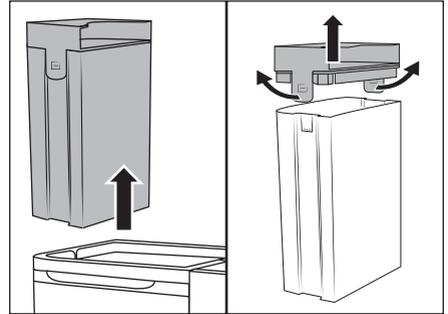

Fig. 5
(1) Versare solo acqua di rubinetto da fredda a calda oppure acqua distillata nel contenitore dell'acqua pulita 2. Non utilizzare acqua bollente. (2) Non azionare mai l'apparecchio con il contenitore dell'acqua pulita 2 vuoto.
(3) Usare solo comune detergente per imbottiture che non formi schiuma o **detergente a base d'aceto LIDL W5**. Altri detersivi potrebbero danneggiare l'apparecchio. Si consiglia di aggiungere tre cucchiaini di **detergente a base d'aceto LIDL W5** a una carica completa (1,7 litri) del contenitore dell'acqua pulita 2. Se necessario aumentare gradualmente la percentuale di detergente a base d'aceto fino ad ottenere il risultato desiderato.
- ◆ Prendere il contenitore dell'acqua pulita 2 dall'impugnatura del coperchio 1 ed estrarlo dall'apparecchio verso l'alto (vedere fig. 5).
- ◆ Tirare leggermente le due linguette d'arresto verso l'esterno e togliere il coperchio 1 (vedere fig. 5).